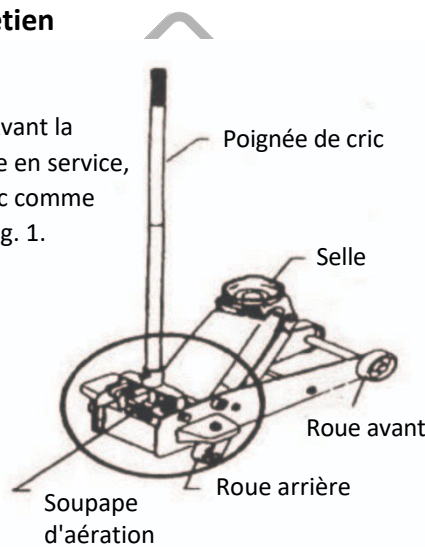

Fig. 1
**Remarque :** Avant la première mise en service, lubrifiez le cric comme indiqué à la Fig. 1.